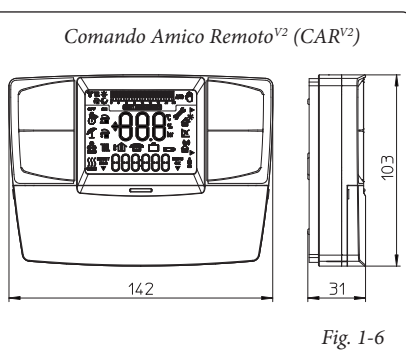

Fig. 1-6
- Comando Amico Remoto^{V2} (CAR^{V2}) (Fig. 1-6) con funzionamento di cronotermostato climatico. Il pannello del CAR^{V2} consente all'utente, oltre alle funzioni illustrate al punto precedente, di avere sotto controllo e soprattutto a portata di mano, tutte le informazioni importanti relative al funzionamento dell'apparecchio e dell'impianto termico con la opportunità di intervenire comodamente sui parametri precedentemente impostati senza necessità di spostarsi sul luogo ove è installato l'apparecchio. Il pannello è dotato di autodiagnosi per visualizzare sul display eventuali anomalie di funzionamento della caldaia. Il cronotermostato climatico incorporato nel pannello remoto consente di adeguare la temperatura di mandata impianto alle effettive necessità dell'ambiente da riscaldare, in modo da ottenere il valore di temperatura ambiente desiderato con estrema precisione e quindi con evidente risparmio sul costo di gestione. Il cronotermostato è alimentato direttamente dalla caldaia tramite gli stessi 2 fili che servono per la trasmissione dati fra caldaia e cronotermostato.